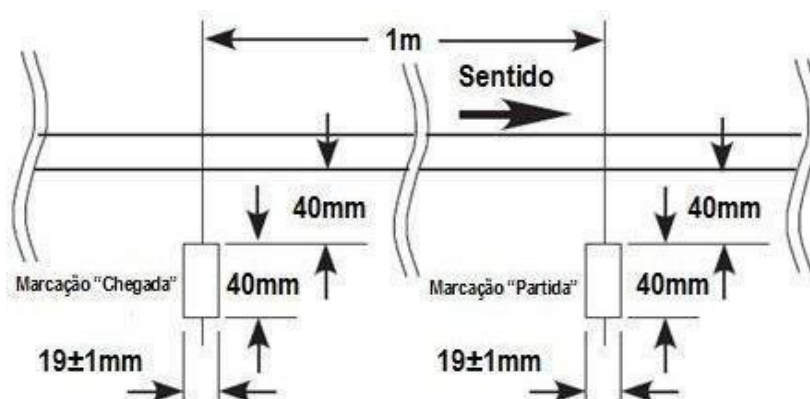

Figura 3: área de partida-chegada.
- A área da pista a qual se estende entre o ponto de partida e o ponto de chegada, considerando 200 mm à direita da linha e 200 mm à esquerda da linha, é denominada "área de partida-chegada" (vide figura 3).